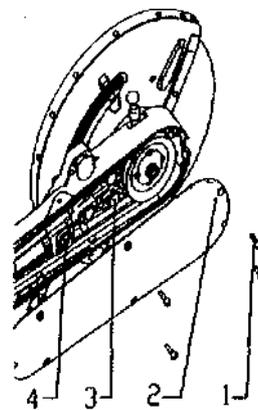

Рисунок 2
1.4. КОРРЕКТИРОВКА НАТЯЖЕНИЯ РЕМНЯ (СМ. РИС.2)
- Ослабьте и отвинтите болты с шестигранной головкой (1) на коробке передач, затем снимите крышку коробки передач (2).
- Ослабьте три болта с шестигранной головкой (5) на опорной плите.
- Поверните натяжную гайку (6) по часовой стрелке (или поверните регулировочный болт (3) по часовой стрелке), пока клиновой ремень не будет натянут.
- Затяните три болта с шестигранной головкой (5) на опорной плите.
- Установите крышку коробки передач (2), установите и затяните болты с шестигранной головкой (1).